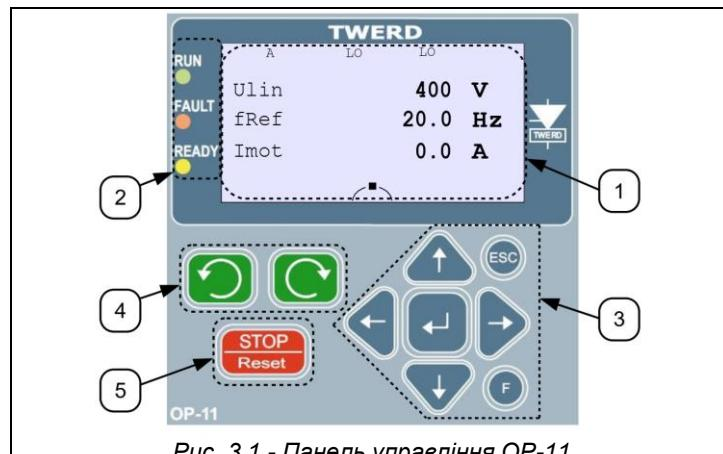

Рис. 3.1 - Панель управління OP-11
Панель управління (рис. 3.1) слугує для:
Елементи панелі управління (рис. 3.1)
- натиснути та утримувати 5 секунд функціональну клавішу „F” - на рис. 3.1 - Панель управління
- натиснути та утримувати 5 секунд функціональну кнопку „F” - на Рис. 3.1 — Панель управління